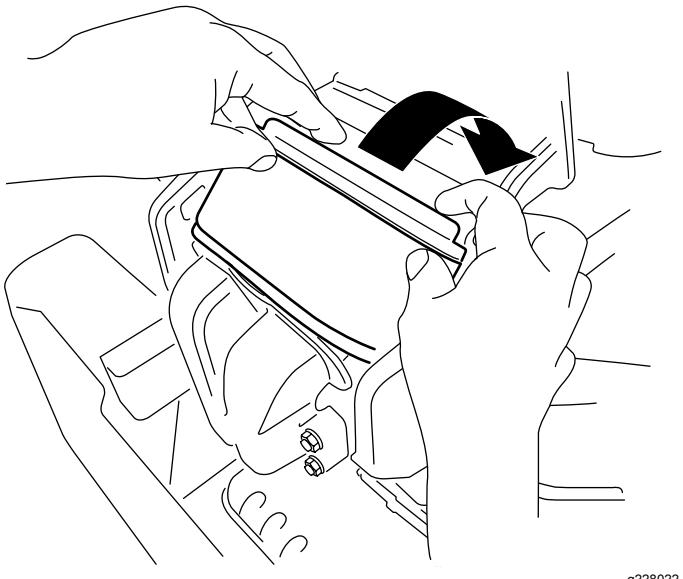

Figura 42
3. Rode o filtro para baixo para a câmara e encaixe completamente contra o coletor (Figura 42).